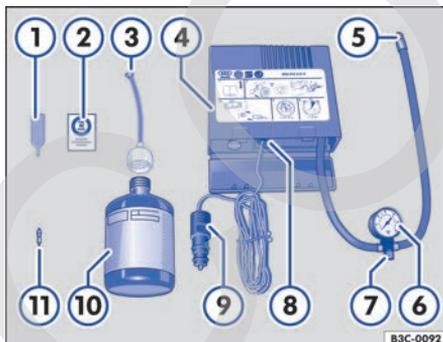

Fig. 166 Representación esquemática: componentes del kit reparapinchazos.
El kit reparapinchazos se compone de los siguientes elementos ⇒ fig. 166:
12. Pegue el adhesivo ⇒ fig. 166 ② del kit reparapinchazos en el tablero de instrumentos dentro del campo de visión del conductor.
- Desenrosque el obús de la válvula con el desmontaobuses ⇒ fig. 166 ① y dépositelo sobre una superficie limpia. ▶
- Agite enérgicamente la botella de sellante ⇒ fig. 166 ⑩ unas cuantas veces.
- Enrosque fijamente el tubo de llenado ⇒ fig. 166 ③ en la botella de sellante en el sentido de las agujas del reloj. El precinto de la boca de la botella se perfora automáticamente.
- Retire el tapón del tubo de llenado ⇒ fig. 166 ③ e introduzca el extremo abierto en la válvula del neumático por completo.
- Enrosque nuevamente el obús en la válvula del neumático con ayuda del desmontaobuses ⇒ fig. 166 ①.
- Enrosque fijamente el tubo de inflado ⇒ fig. 166 ⑤ del compresor de aire en la válvula del neumático.
- Compruebe que el tornillo de descarga de aire ⇒ fig. 166 ⑦ esté enroscado.
- Enchufe el conector ⇒ fig. 166 ⑨ en una toma de corriente de 12 voltios del vehículo ⇒ página 147.
- Encienda el compresor de aire con el conmutador de encendido y apagado ⇒ fig. 166 ⑧.
- Deje en marcha el compresor hasta alcanzar una presión de 2,0 a 2,5 bares (29-36 psi/ 200-250 kPa) ⇒ ⚠. **No lo deje funcionar más de 6 minutos** ⇒ ①.
Vuelva a enroscar el tubo de inflado ⇒ fig. 166 ⑤ y compruebe la presión de inflado del neumático en el indicador ⑥.